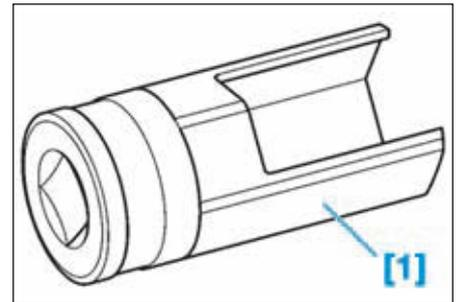

FIG.4
- [1]. Douille de 22 mm ouverte sur un tiers de son pourtour (réf. Mot. 1495-01) (Fig.4).
- Déposer l'émetteur en le tournant d'un quart de tour dans le sens antihoraire à l'aide de l'outil [1] (Fig.4).